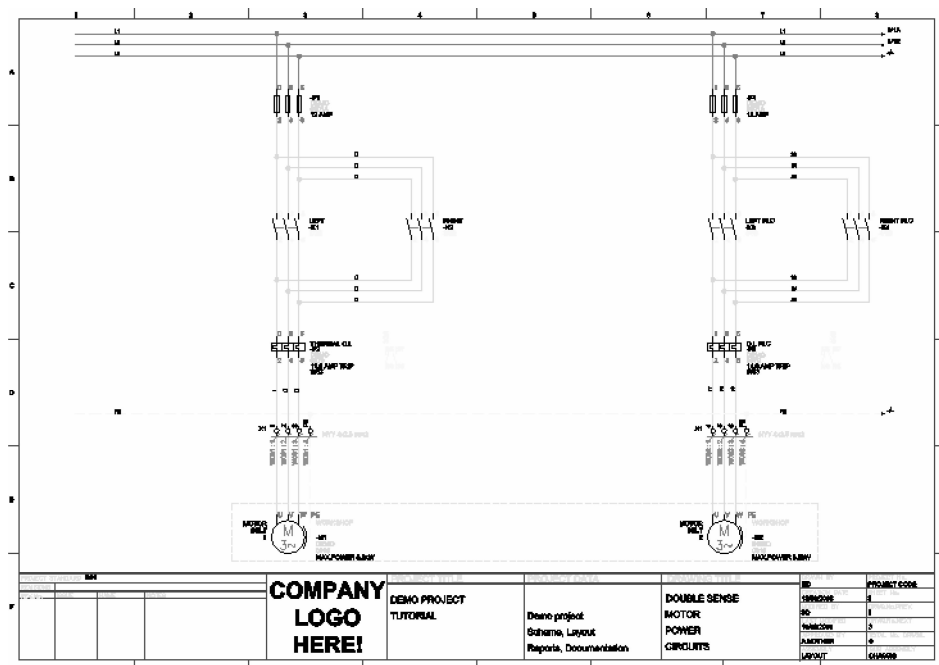

图 4-2 打开页面
- 步骤 4 使用 DraftSight 审核图纸 选择 1. dwg 并单击【打开】，这里显示目录及图框，如图 4-1 所示。选择 2. dwg，单击【打开】，将显示两个电动机可逆启动回路电路图，如图 4-2 所示。